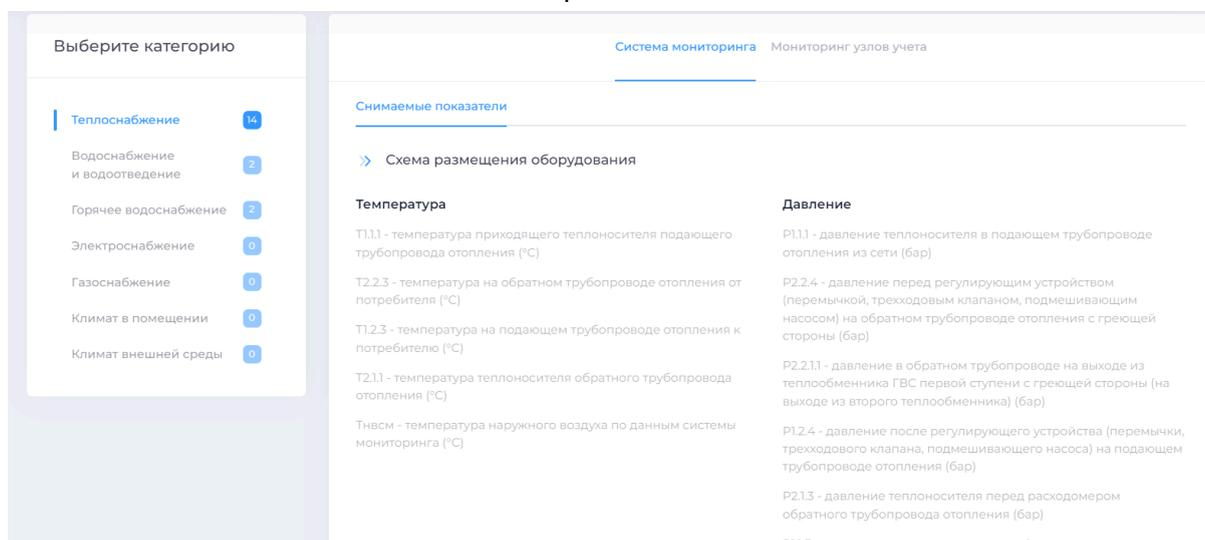

рис.24
- показателях, снимаемых приборами мониторинга (рис. 24);